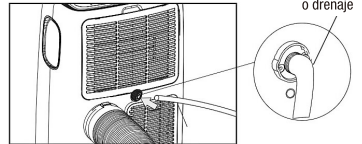

Fig. 28
Drenaje Continuo (Fig. 28)
3. Conecte la manguera de desagüe (1/2" o 12.7 mm, no suministrada) (Fig. 28).